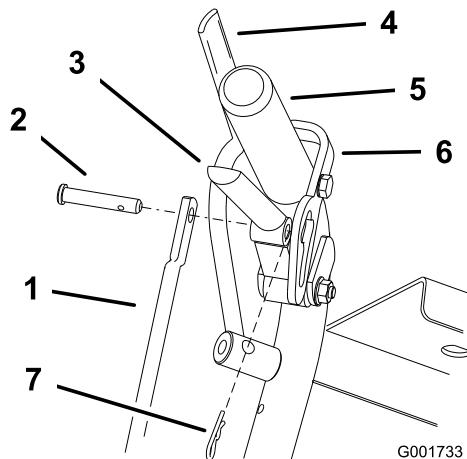

Figure 42
1. Ajustez la longueur de la tige en relâchant le levier de déplacement et en levant la goupille fendue et l'axe de chape. Tournez la tige dans la fixation (Figure 42).
4. Placez l'axe de chape dans le levier de déplacement (Figure 42).
6. Placez la goupille fendue entre les leviers de déplacement et les verrous de point mort, et dans les axes de chape (Figure 42).